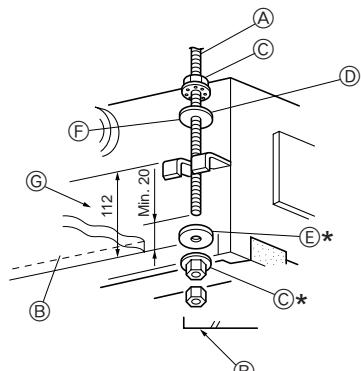

Fig. 2-7
1. Enrosque progresivamente las arandelas ① ② (suministradas) y sus respectivas tuercas (adquiridas localmente) en el perno de suspensión. (Fig. 2-7)
- \* Realice esta operación en el siguiente orden (desde la parte superior): tuerca, arandela con aislante ②, arandela sin aislante ①, dos tuercas.
- \* Coloque la arandela aislante ② con la superficie aislante hacia abajo, tal y como se indica en la figura.
2. Levante la unidad en su ubicación y alinéela adecuadamente con el perno de suspensión. Pase la ménsula entre las arandelas ① y ② ya colocadas y fíjela. Realice el mismo procedimiento en las cuatro ubicaciones.